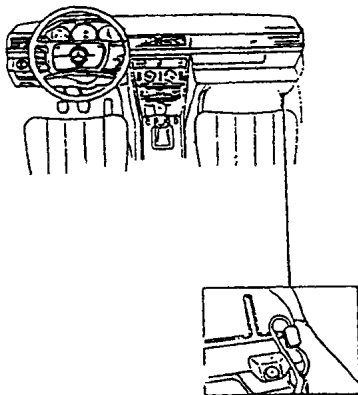
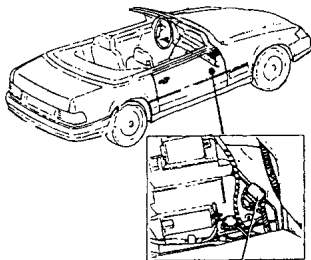

图 1-1 SRS 红色 10 针接线器奔驰 E320, E420 和 E500
图 1-3 SRS 红色 10 针接线器奔驰
① 将点火开关置于 OFF 位置。
② 断开并绝缘蓄电池接地线。
③ 对 C 车型, 断开接触环电器接线器, 接触环电器接线器位于转向立柱的底座上。
④ 对 E、S 和 SL 车型, 如图 1-1 至图 1-3, 断开 SRS 红色电器接线器。
⑤ 对 C 车型, 断开乘员侧安全气囊接线器, 该接线器位于乘员侧地板地毯下的门槛上。
⑥ 对所有车型, 在进行任何必要的维修前要等待 10min。这对安全气囊/SRS 系统备用电源的放电是必要的。
① 确认点火开关在 OFF 位置和车内无人。
② 对 E、S 和 SL 车型, 如图 1-1 至图 1-3, 连接 SRS 红色电器接线器。
③ 接上蓄电池接地线。
④ 对 C 车型, 接上乘员侧安全气囊接线器和接触环电器接线器。
⑤ 对所有车型, 将点火开关置于 ON 位置并观察安全气囊警告灯。安全气囊警告灯应点亮 4~10s 后熄灭, 若安全气囊警告灯不亮或亮 10s 后一直亮, 表明 SRS 系统有故障。